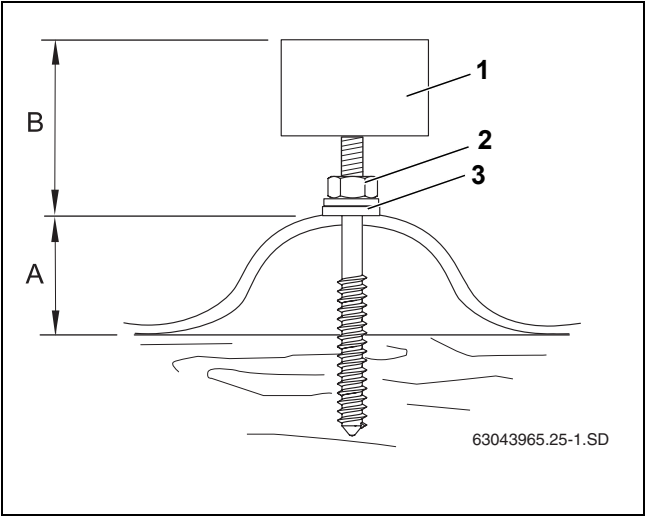

Fig. 24 Montar el tornillo de doble rosca en el tejado de placa ondulada
Al enroscar los tornillos de doble rosca, tenga en cuenta que la distancia B (tab. 7 y Fig. 24) es la misma para todos los tornillos de doble rosca.
- Apriete la tuerca (Fig. 24, [2]) hasta que la arandela de estanqueidad (Fig. 24, [3]) quede apoyada totalmente sobre el tejado.